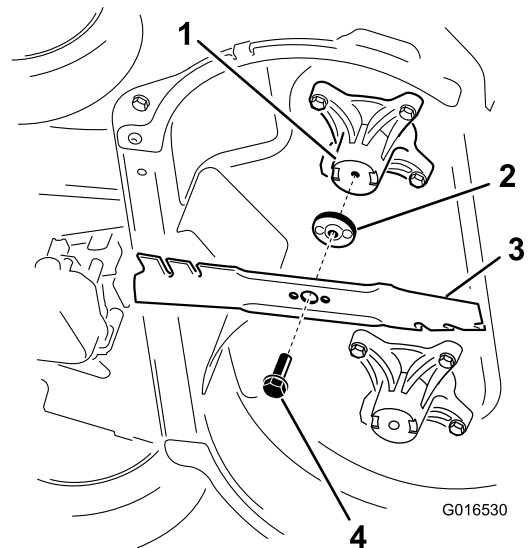

Figura 41
2. Retire cada cuchilla, según se muestra en Figura 41.
1. Instale la primera cuchilla en posición horizontal, junto con todos los herrajes de montaje, según se muestra en Figura 41.